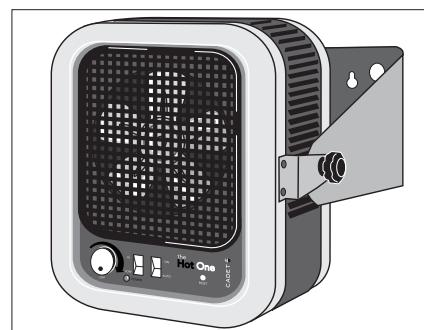

Figura 3
2. Monte el soporte en la posición deseada de la pared (Vea la Figura 3). Tanto la pared como los herrajes de montaje deben tener la resistencia adecuada para soportar el calentador.